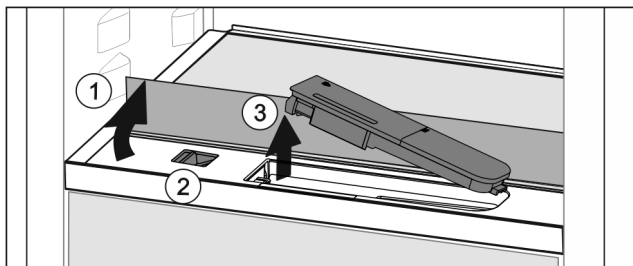

Fig. 43
- ▶ Soulever la tablette et la rabattre vers l'arrière jusqu'à la butée Fig. 43 (1).
- ▶ Pousser le curseur Fig. 43 (2) vers la gauche.
- ▶ Sortir le filtre à eau Fig. 43 (3).